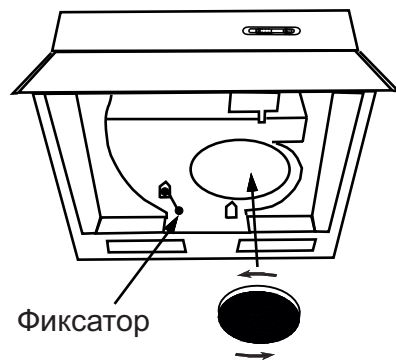

РИС. 5
- установите угольный фильтр (рис. 5).
- Фиксатор (рис. 5) должен находится в положении вытяжка, положение "А".